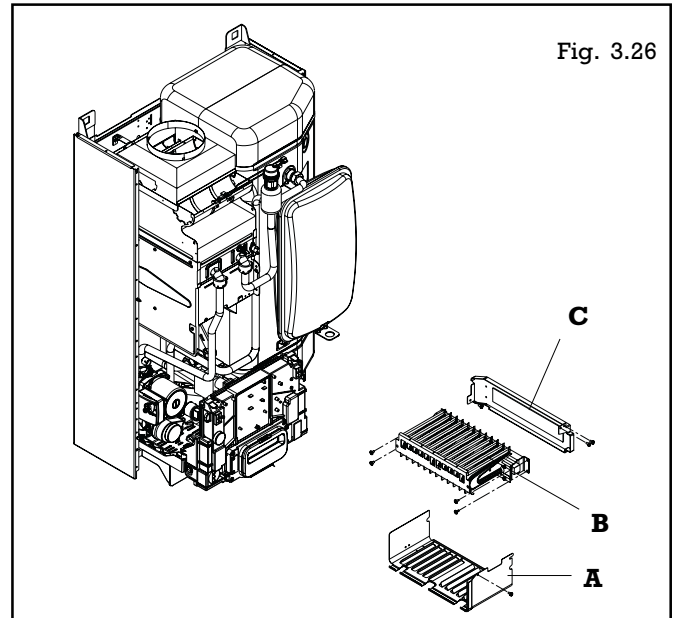

Fig. 3.26
- Déposer l'habillage et le dessous de la chambre de combustion (**A**, fig. 3.26).